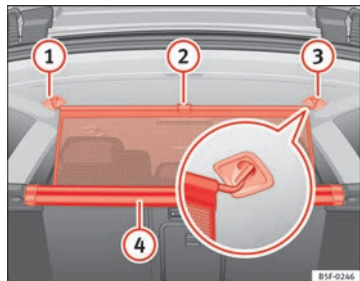

Fig. 98 No porta-bagagens: fixar a rede de separação
- Puxe a aba para cima ⇒ Fig. 98 ② para tirar a rede da carcaça ④.
- Prender a rede de separação do lado esquerdo ③ (imagem ampliada).
- Prender a rede de separação no alojamento do lado esquerdo ① puxando a barra.